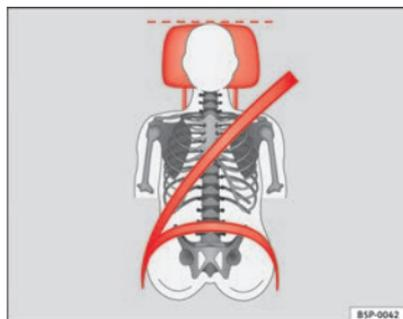
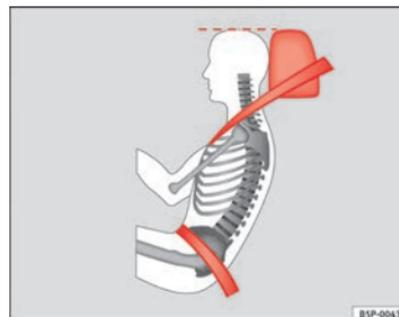

Fig. 65 Vista de frente: encosto de cabeça e cinto de segurança ajustados correctamente
Fig. 66 Vista de lado: encosto de cabeça e cinto de segurança ajustados correctamente
- Ajustar o encosto de cabeça de modo a que o rebordo superior do mesmo fique alinhado com a parte superior da cabeça, no mínimo à altura dos olhos ⇒ fig. 65 e ⇒ fig. 66.